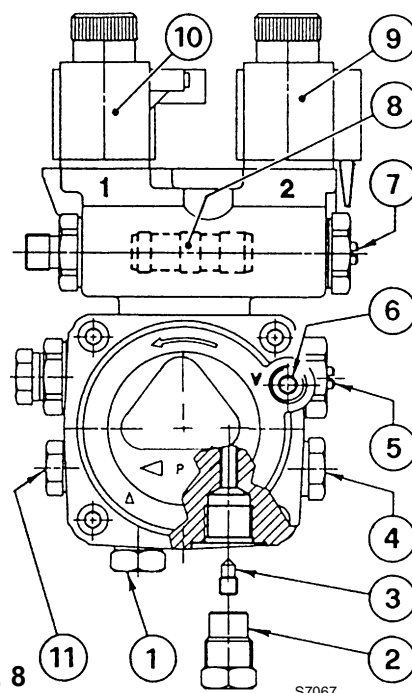

Abb. 8
- Die Pumpe ist werksseitig für den Zweirohr-Betrieb eingerichtet. Wird ein Pumpen-Einrohrbetrieb für notwendig erachtet, so ist der Rücklauf-Schlauchleistungsstopfen (2) zu lösen und die By-Pass Schraube (3) zu entfernen. Danach ist der Rücklauf-Schlauchleistungsstopfen wieder anzuschließen. (Siehe Abb. 8).
Bei der in Abb. 7 dargestellten Anlage ist es ausreichend, wenn man den Vakuummeteranschluß (6, Abb. 8) lockert und das Austreten des Brennstoffes abwartet.